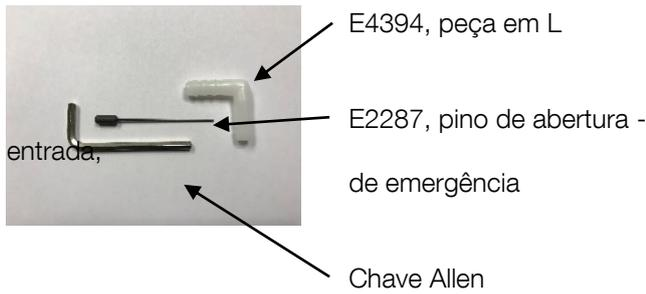

Fig. 7.2.1
- 1 cotovelo (plástico), para a mangueira de escoamento (para escoamento livre), E4394, fig. 7.2.1
- 1 pino de desbloqueio, E2287, fig. 7.2.1
- 1 chave Allen, sextavada, fig. 7.2.1